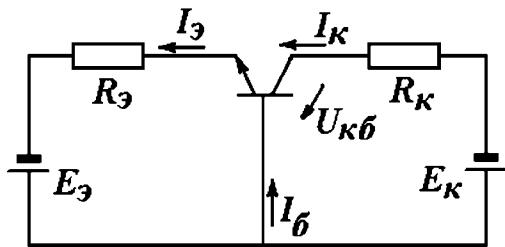

Рис. 2.61. Схема к задаче 7
7. Транзистор n-p-n- типа включен по схеме на рис. 2.61.